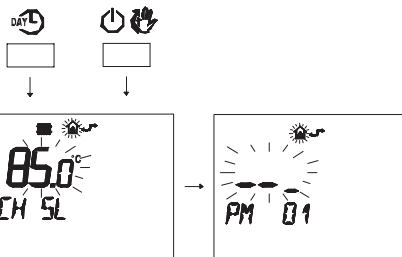

Рисунок 5.82
- Нажмите одновременно кнопки **DAYL** и **ON/OFF**, чтобы войти в поле ввода настроек (Рисунок 5.82).